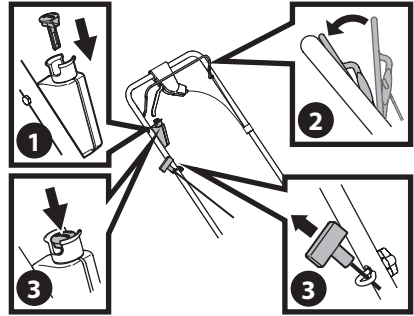

Figura 4
1. **Unidades con Arrancador Eléctrico solamente** - Inserte la llave del arrancador eléctrico de plástico en el alojamiento del arrancador ubicado en el lado derecho de la manija superior hasta que calce a presión en el lugar (Figura 4).
2. Colóquese detrás de la cortadora, tire de la manija de control de cuchilla hacia atrás contra la manija superior (Figura 4).
- **Arrancador Eléctrico (si se incluye):** Oprima el botón del arrancador eléctrico para encender el motor (Figura 4).